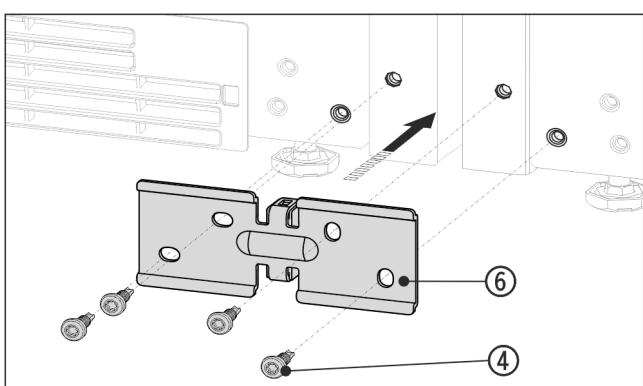

Fig. 14 Primjerni prikaz
- ▶ Gurnite kutnik Fig. 14 (6) s razmačnim elementom između uređaja i labavo zavijte pomoću 4 vijka Fig. 14 (4).